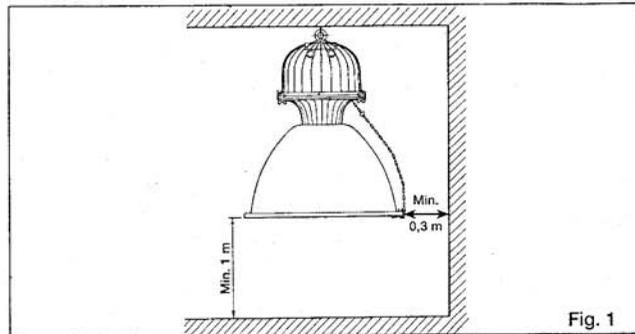

Fig. 1
- Nell'uso del proiettore, assicurarsi che la distanza tra la lampada e l'oggetto illuminato **non sia inferiore a 1m** come indicato nel relativo simbolo (fig.1).
- Durante l'installazione e l'uso attenersi alle posizioni di funzionamento ed alle distanze minime indicate in fig. 1.